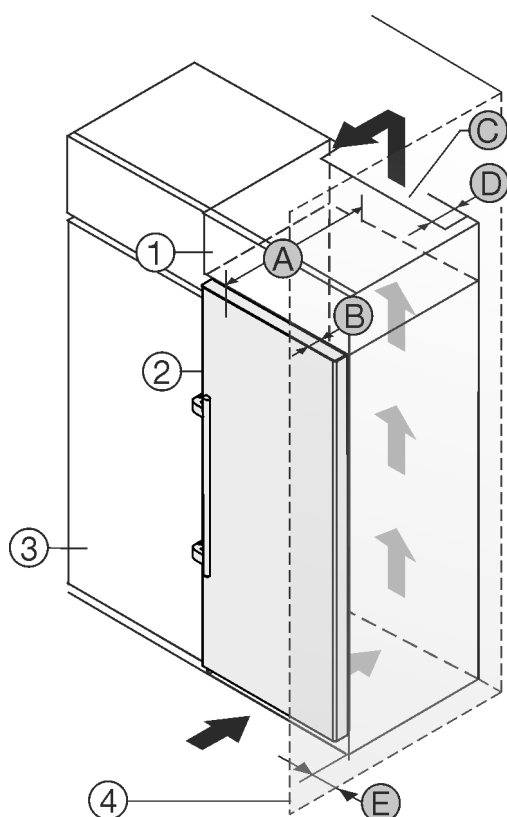

Fig. 2
- (1) Aufsatzschrank*
- (2) Gerät*
- (3) Küchenschränk*
- (4) Wand*
- (A) Gerätetiefe*
- (B) Türtiefe*
- (C) Belüftungsquerschnitt*
- (D) Abstand Geräterückseite*
- (E) Abstand zur Geräteseite*
Sie können das Gerät direkt neben dem Küchenschränk *Fig. 2 (3)* aufstellen.*
An der Rückseite des Aufsatzschranks muss ein Abluftschacht mit der Tiefe *Fig. 2 (D)* über die gesamte Aufsatzschränkbreite vorhanden sein.*
Unter der Raumdecke muss der Entlüftungsquerschnitt *Fig. 2 (C)* eingehalten werden.*
Wenn Sie das Gerät mit den Scharnieren neben einer Wand *Fig. 2 (4)* aufstellen, dann muss der Abstand zwischen Gerät und Wand mindestens 57 mm betragen. Dies entspricht dem Griffüberstand bei geöffneter Tür.*
Damit Sie die Tür vollständig öffnen können, muss das Gerät um die Türtiefe *Fig. 2 (B)* gegenüber der Küchenschränke front vorstehen. Abhängig von der Tiefe der Küchenschränke *Fig. 2 (3)* und Verwendung von Wandabstandshaltern kann das Gerät weiter herausragen.*